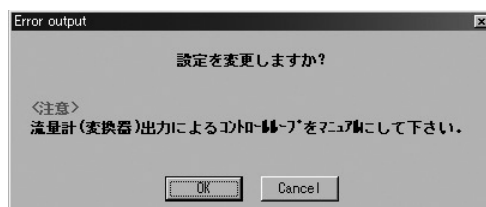

図51
- ⑤ 設定が完了したら「OK」ボタンをクリックします。クリックすると図51のようなメッセージボックスが現れます。